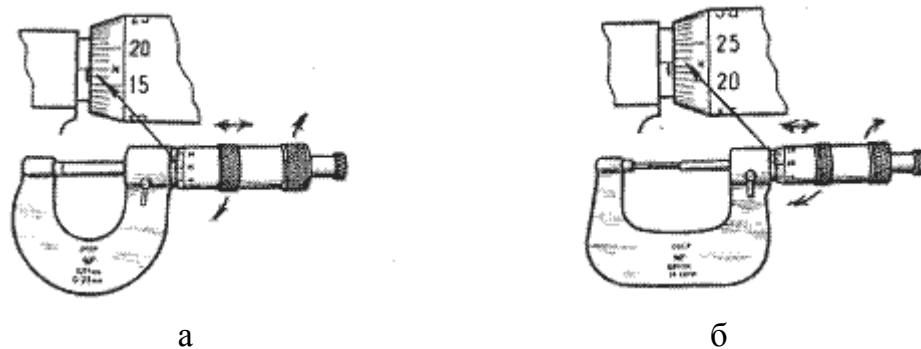

Рисунок 11- Случай несовпадения нуля
При невозможности установки нуля, допускается принять условный нуль отсчета, например на рис. 11а и б, показаны случаи несовпадения нуля на величины + 0,17 мм и + 0,22 (5), в этих случаях от значений показаний вычитаются значения этих методических погрешностей инструмента. В производственных условиях такое средство измерений подлежит ремонту и поверке.